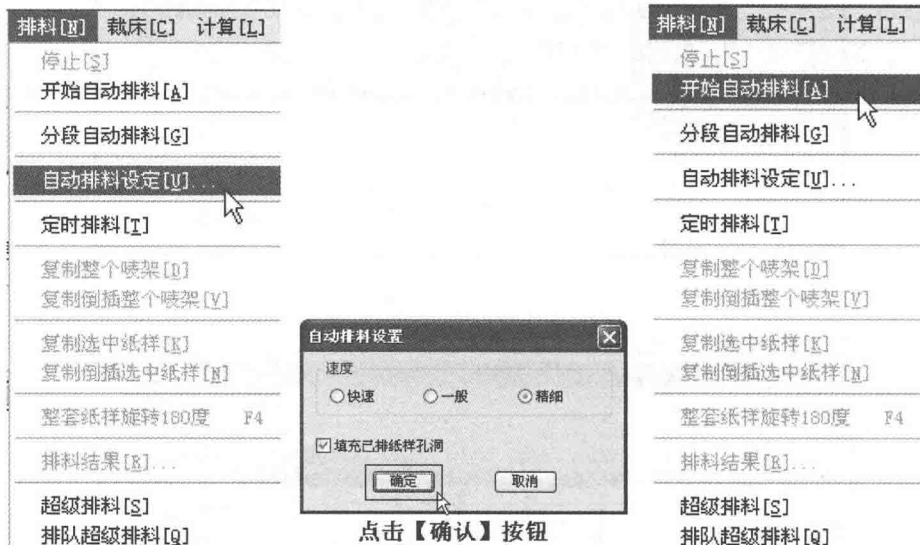

图5-56 设置自动排料
(8) 设置自动排料
①单击【排料】→【自动排料设定】弹出【自动排料设置】对话框，选择【精细】→单击【确认】，然后单击【排料】→【开始自动排料】(图5-56)。